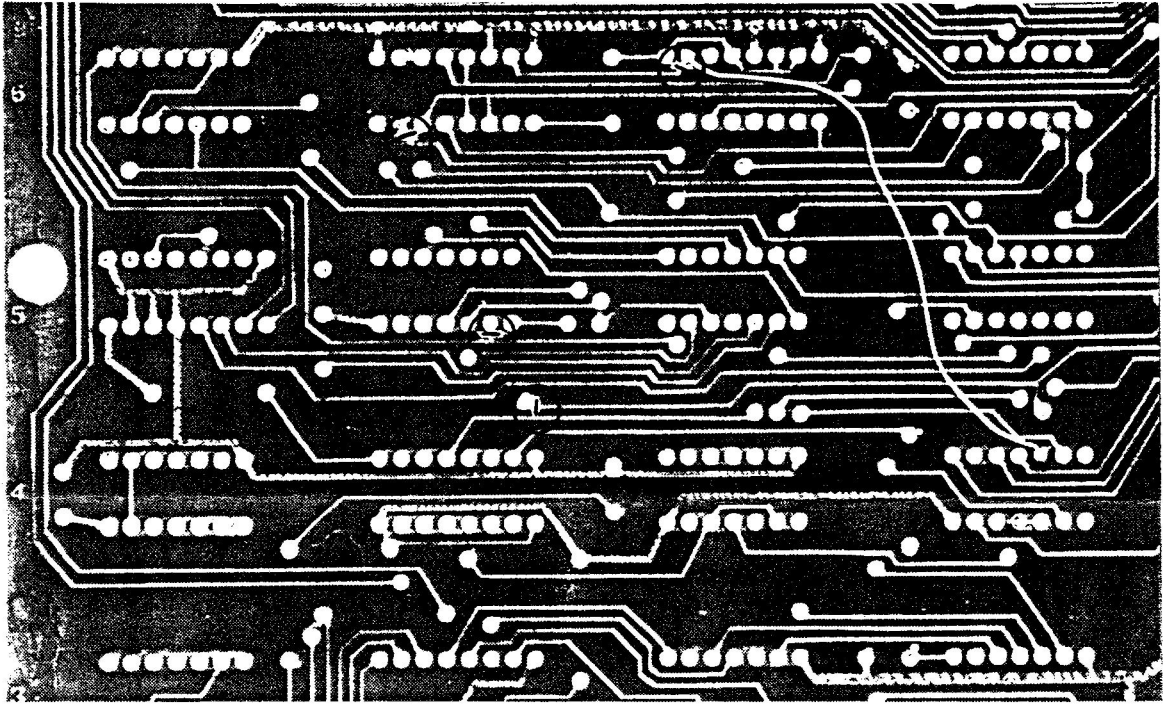

Bild 2. Kapningar på kortets undersida.
- 4) Fyra ledare i mönsterkortet ska kapas. Alla kapningar görs på undersidan av kretskortet. Se bild 2.
- 5) Löd in den medföljande tråden mellan H6.2 och G4.5. Se bild 2.